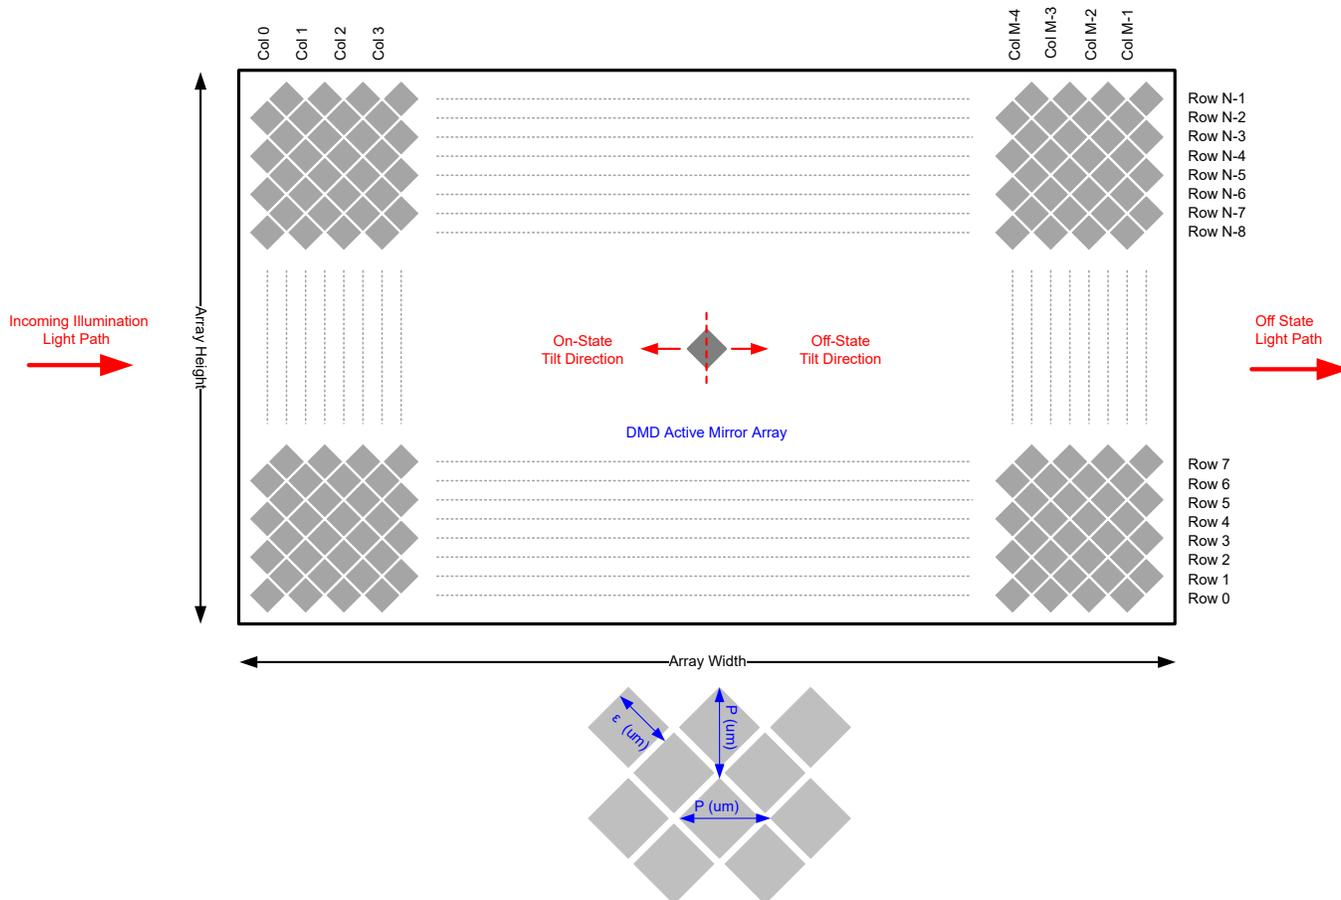

図 5-16. マイクロミラー アレイの物理特性
- (1) 図 5-16 をご覧ください。
- (2) DMD マイクロミラーの高速なスイッチング速度と、高度な DLP 画像処理アルゴリズムとの組み合わせにより、各マイクロミラーは各フレーム中に画面上に 4 つの個別のピクセルを表示でき、その結果、 $3840 \times 2160$  ピクセルの画像全体を表示できます。
- (3) アクティブ アレイの周囲にある境界の構造と品質には、マイクロミラーの池 (POM) と呼ばれる、部分的に機能するマイクロミラーのバンドが含まれています。これらのマイクロミラーは構造のおよび / または電気的に、明るい状態またはオン状態へ傾けることを防止しますが、オフ状態へ傾けるには電気的バイアスが必要です。